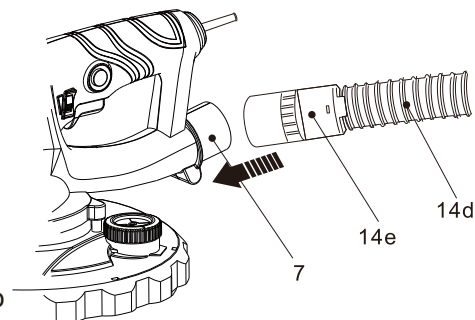

Fig.4
> Alinhe e insira o conector da mangueira de aspiração (14e) na saída de extração de pó (7) até ao fundo (Fig. 4).